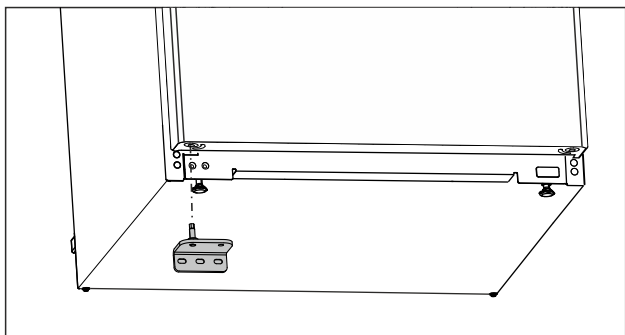

Fig. 17
- ▶ Plaats de onderste lagersteun aan de tegenoverliggende kant. (zie Fig. 17)